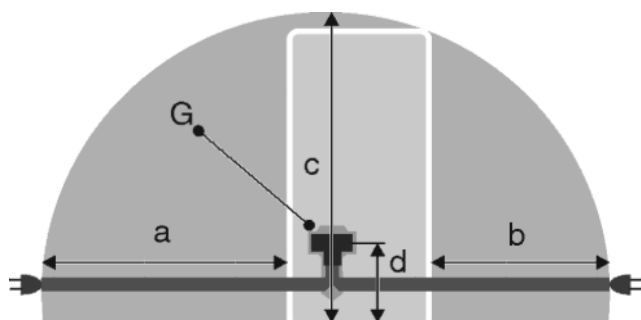

Fig. 29
- La prise de courant est en dehors de la zone postérieure de l'appareil dans la zone concernée. *Fig. 29 (a, b, c)*
- Introduire la la fiche de l'appareil *Fig. 29 (G)* au dos de l'appareil. Veiller à ce qu'elle s'introduise correctement.